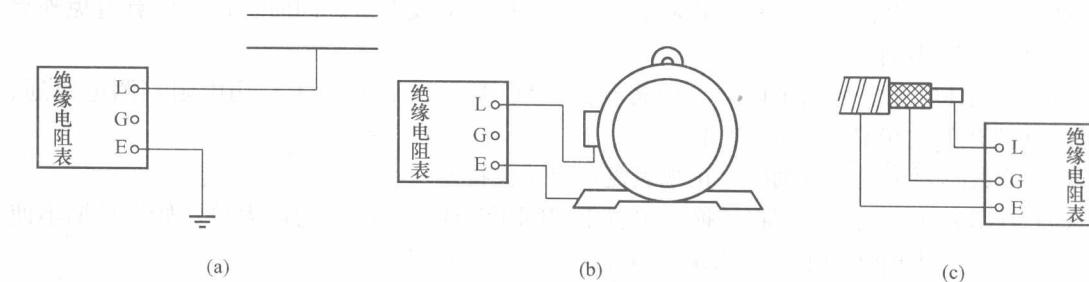

图1-13 绝缘电阻表测量绝缘电阻示意图
(2) 测量方法。将仪表放平，被测设备接在绝缘电阻表端钮“L”和“E”间，如图1-13所示，为去除表面泄漏的影响，应将产生泄漏的绝缘体表面接到“G”端子。按顺时针方向由慢到快摇动手柄，待调速器发生滑动后，便可保持120r/min均衡转速使表针稳定下来，并读数。应注意：由于被测设备有电容等充电现象，因此要摇测1min后再读数。如果摇动手柄后指针即甩到零值，则表示绝缘已损坏或被测设备短路，不能再继续摇动手柄，否则将使表内线圈过流烧毁。